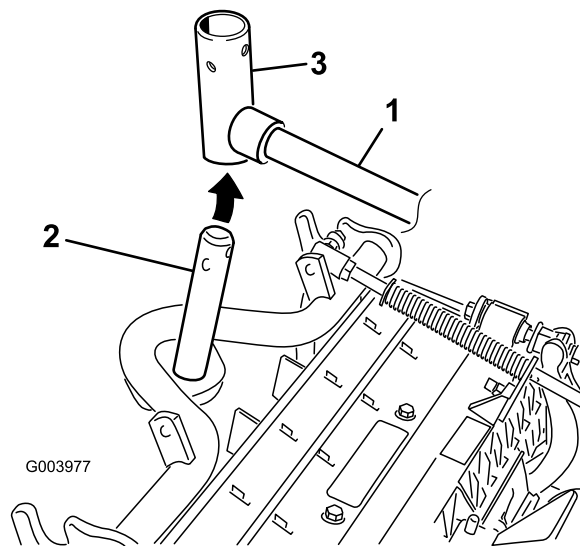

Figure 8
7. Pour les plateaux de coupe avant, poussez un plateau de coupe sous le bras de relevage tout en insérant l'arbre du bâti porteur dans la chape de pivot du bras de relevage (Figure 8).
B. Insérez la chape du bras de relevage sur l'arbre du bâti porteur (Figure 8).